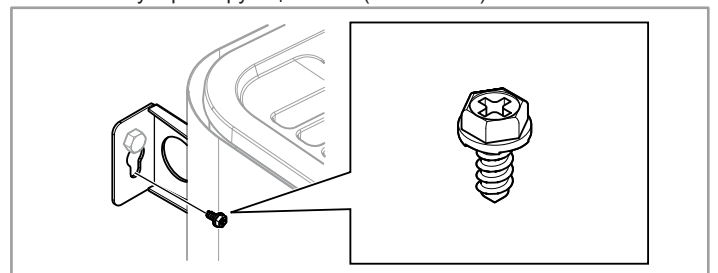

Рисунок 14: Фиксирующий винт для кронштейна
- Зафиксируйте нагреватель в неподвижном положении, используя фиксирующий винт (см. Рис. 14).